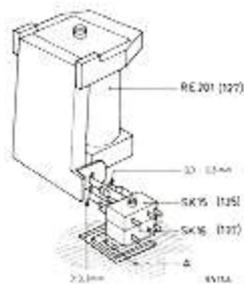

Fig. 10
- Bei abgefallenem Magneten muss der Abstand zwischen den geöffneten Kontakten der Schalter SK15/SK16 (135/137) 0,3...0,55 mm sein. Einstellen durch Biegen der Kontakte (Fig. 10)
- Bei abgefallenem Magneten muss der Abstand zwischen der Anschlagplatte des Elektromagneten RE201 (127) und dem Mittelkontakt der Schalter SK15/SK16 (135/137) grösser als 0,3 mm sein. Einstellung durch Biegen der Zunge A.